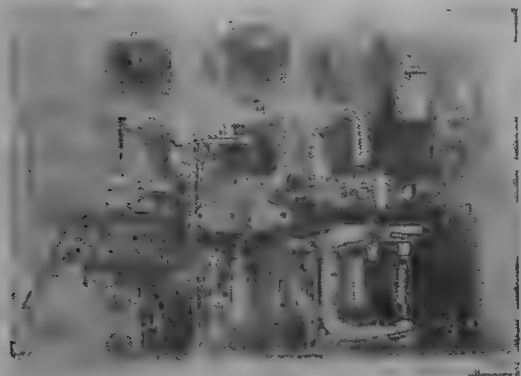

Рис. 4. Монтаж со стороны передатчика
ламп передатчика 4,2 В). Лампа задающего генератора (рис. 3) верхняя левая. На рис. 4 показан вид на монтаж со стороны передатчика. Как видно из рис. 4, все детали задающего генератора отделены экраном-разгородкой от остальной части передатчика.
Ниже лампы задающего генератора находится лампа усилителя мощности (16), под нею лампа индикатора (37) и справа (под детекторной лампой приемника) лампа модулятора (22). Эти же лампы хорошо видны и на рис. 4, где кроме того видны вариометр (18) промежуточного контура и конденсатор (28) антенного контура. Усилитель мощности (генератор с независимым возбуждением) непосредственно связан с задающим генератором, переходным конденсатором (13) и имеет нейтрализацию (14) («полупеременный» конденсатор такой же конструкции, как и в приемнике), способствующую неизменности частоты и градуировки передатчика от антенны, почвенных условий и тому подобных внешних влияний.